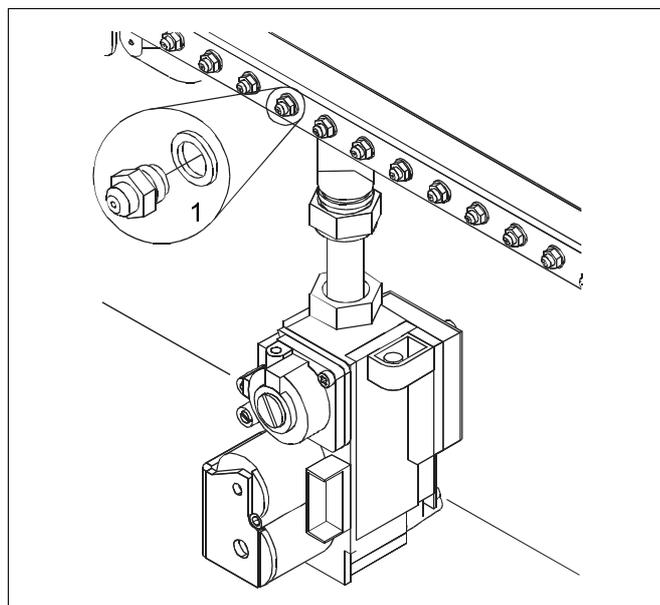

Fig. 58 Sostituire gli ugelli
- Rimuovere gli ugelli (fig. 58, **pos. 1**) dalla rampa del gas e sostituirli con ugelli di diametro idoneo al nuovo tipo di gas che si intende utilizzare (tab. 6) e rimontare il bruciatore.